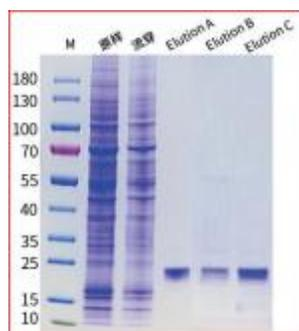

图 3.Magneti-Q HA 标签蛋白纯化试剂盒纯化胞内蛋白的 SDS-PAGE 电泳图
- 5) 对洗脱产物进行 SDS-PAGE 电泳, 结果请见图 3。